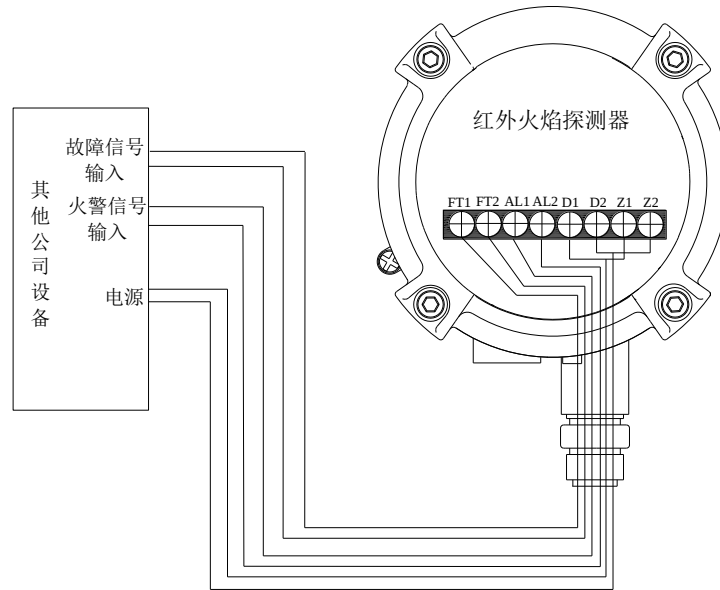

图 10 探测器配接应用示意图
2. 探测器与其他公司设备连接时，应用示意图如图 10 所示。